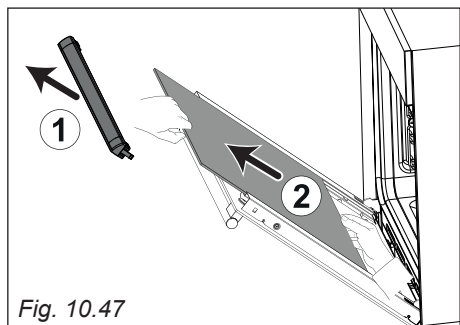
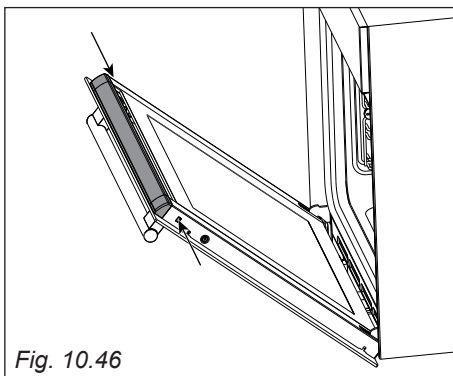

Fig. 10.47
Fig. 10.46
- Premere sulle due alette per sganciare il profilo superiore (frecche di fig. 10.46), quindi rimuoverlo delicatamente (freccia 1 di fig. 10.47).
- Sfilare delicatamente il vetro interno (freccia 2 di fig. 10.47).